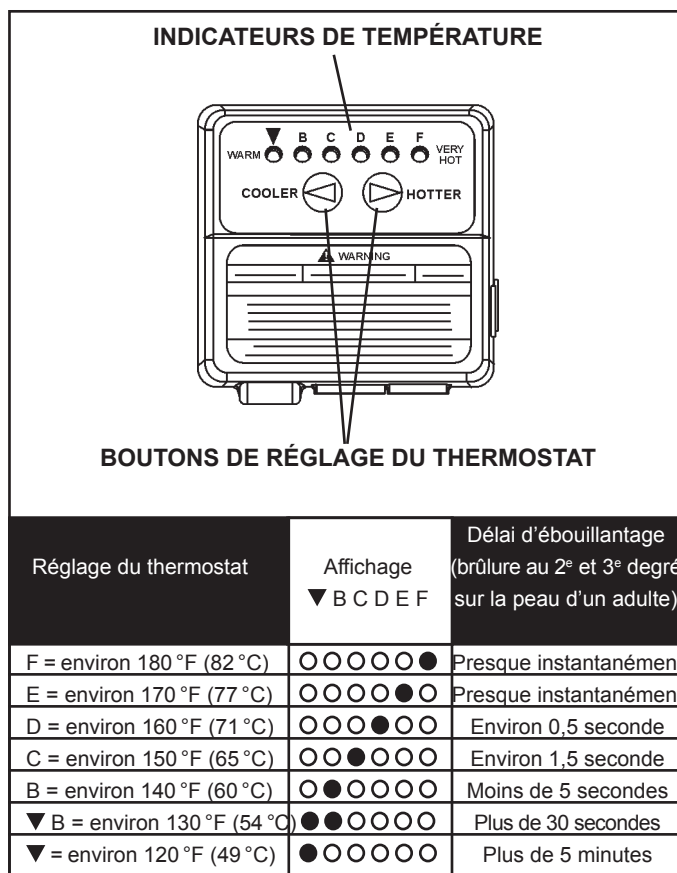

FIGURE 11
La figure 11 présente les températures approximatives de l'eau correspondant à chaque réglage du thermostat. Des cycles de chauffage courts et répétés, causés par de brèves périodes de consommation d'eau chaude, peuvent entraîner des températures aux points de prélèvement qui dépassent de 20 °F (11 °C) la température de consigne. Avec ce type de consommation, il est souhaitable de régler le thermostat à une température plus basse afin de réduire les risques de brûlures.
1. Activer les indicateurs de température en appuyant simultanément sur les boutons de réglage « COOLER » et « HOTTER » pendant une seconde (fig. 11). Ensuite, un ou deux indicateurs de température s'allument. Les indicateurs s'éteignent après 30 secondes si aucun bouton n'est enfoncé. Au bout de 30 secondes, le régulateur se remet en mode « sommeil ».